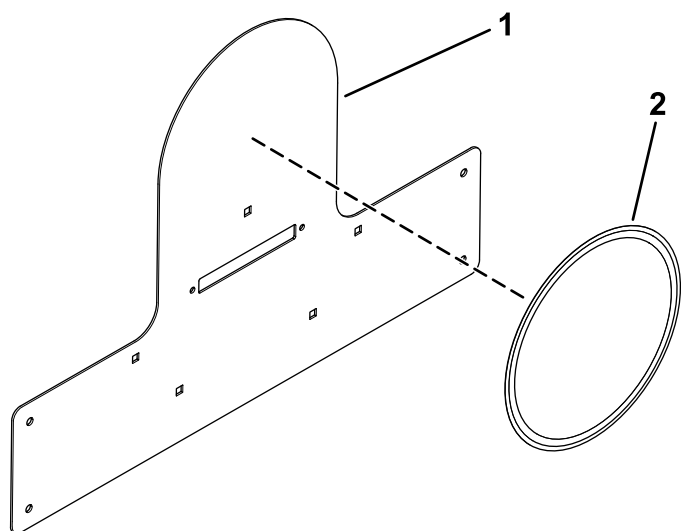

Figure 25
5. Apposez l'autocollant de vitesse approprié sur le support du panneau (Figure 25).